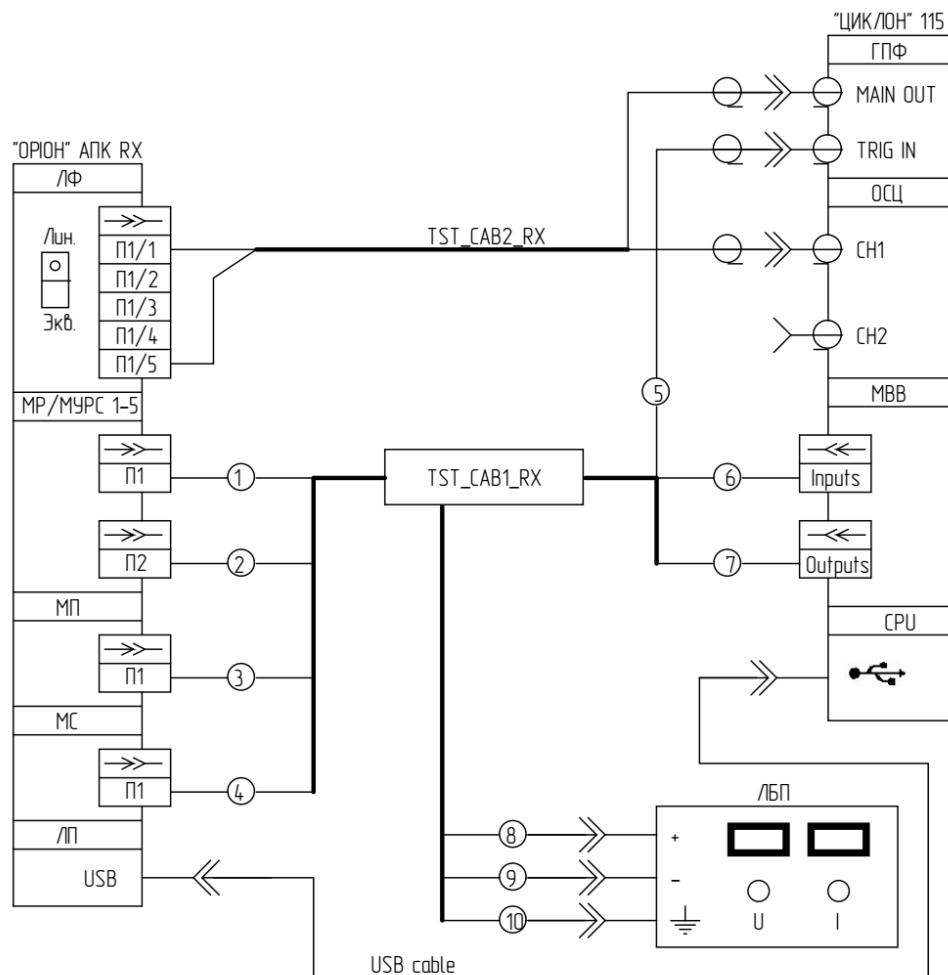

Рисунок 8.12.2 – Схема подключения для автоматических измерений с помощью «ЦИКЛОН»
- Подключить «ОРИОН» АПК RX к «ЦИКЛОН» 115 и ЛБП с помощью тестовых кабелей «TST_CAB1_RX», «TST_CAB2_RX» (см. рисунок 8.12.2);
- 1) Подключить «ОРИОН» АПК RX к «ЦИКЛОН» 115 и ЛБП с помощью тестовых кабелей «TST_CAB1_RX», «TST_CAB2_RX» (см. рисунок 8.12.2, 8.12.3);